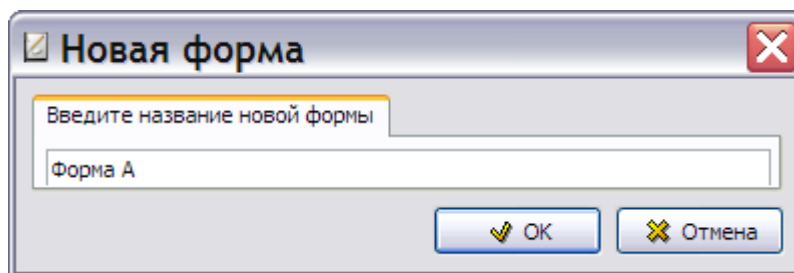

Рис. 3.83
2. В окне **Новая форма** введите название создаваемой формы, например «Форма А» (Рис. 3.83).